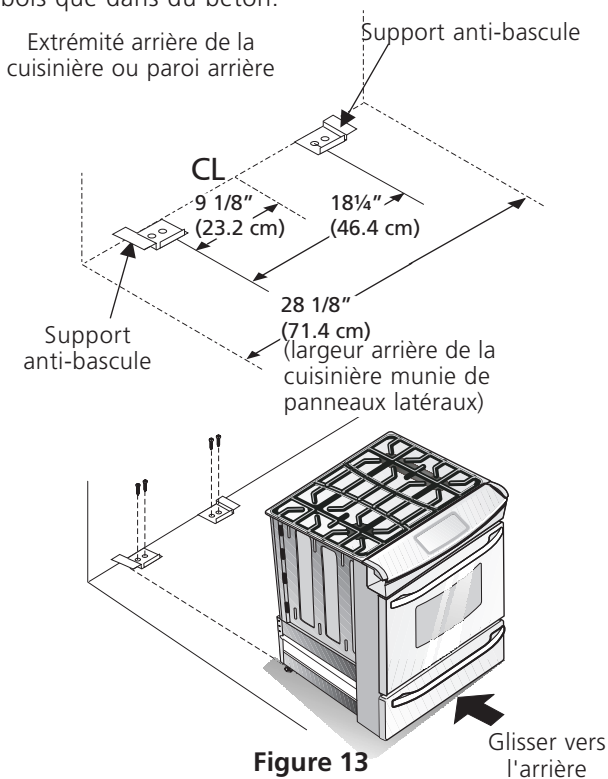

Figure 13
1. Dépliez le gabarit de papier et placez-le à plat sur le plancher, l'endos et les extrémités des côtés exactement à l'endroit où l'arrière et les côtés de la cuisinière seront placés lors de l'installation (utilisez le diagramme ci-dessous pour localiser les supports anti-basculés si le gabarit de papier n'est pas disponible (Figure 13)).